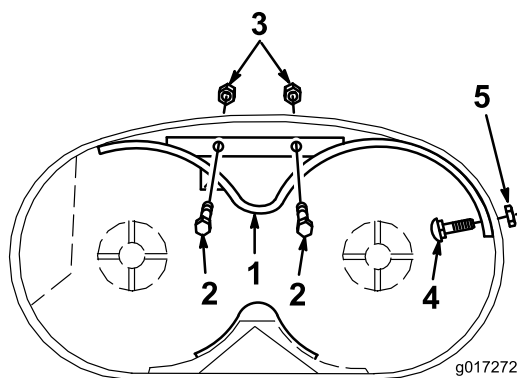

Bild 2
6. Befestigen Sie die Seite des vorderen Ablenkblechs mit einer Schlossschraube (5/16 x 3/4 Zoll) und einer Sicherungsmutter (5/16 Zoll) (Bild 2).